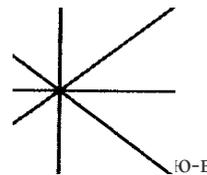

Рисунок 2 – Этапы построения розы ветров
1. Вычертить основу из восьми линий с одной точкой пересечения (см. рис. 2)